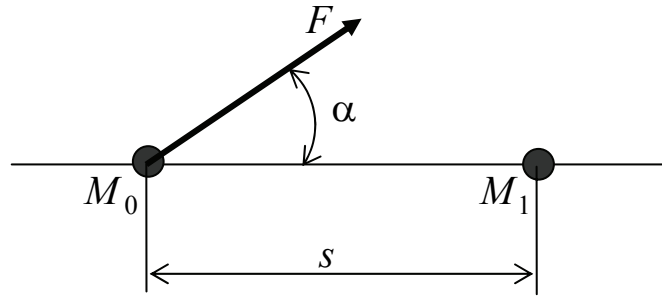

Рис. 4
**Работа постоянной силы.** Для характеристики эффективности силового воздействия на тело используется величина, называемая механической работой. Пусть под действием постоянной силы  $F$  точка  $M$  переместилась из положения  $M_0$  в положение  $M_1$  (рис. 4).